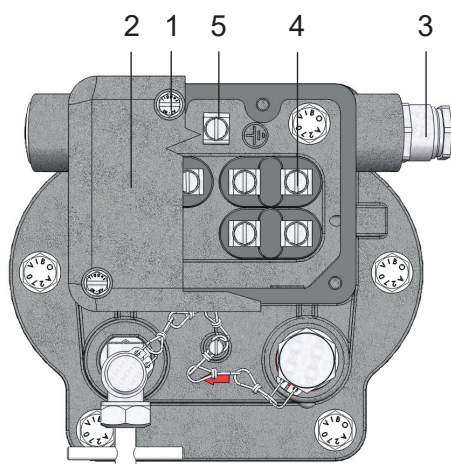

Bild 10 - Elektrischer Anschluss
- 4 Schrauben M5 (Bild 10/ Nr. 1) lösen
- Kappe (Bild 10/ Nr. 2) abnehmen
- Leitung durch die Kabelverschraubung (Bild 10/ Nr. 3) einführen
- Leitung an Klemmenbolzen (Bild 10/ Nr. 4) anschließen (maximales Anzugsmoment 3 Nm)
Schutzleiter (Isolation grün-gelb) an die Erdungsklemme (Bild 10/ Nr. 5) anschließen (maximales Anzugsmoment 3 Nm)